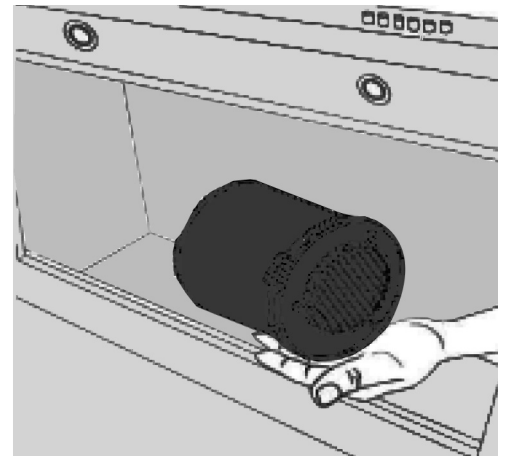

Figure 6
- Positionnez l'unité sur son dos sur une surface plate non abrasive – perpendiculaire à votre surface de travail (Voir figure 6).
- Placez la main pour tenir le moteur en position et pour assurer que le poids du moteur est bien supporté (Voir figure 6). Ceci assurera que les vis ne sont pas pliées ou cassées.